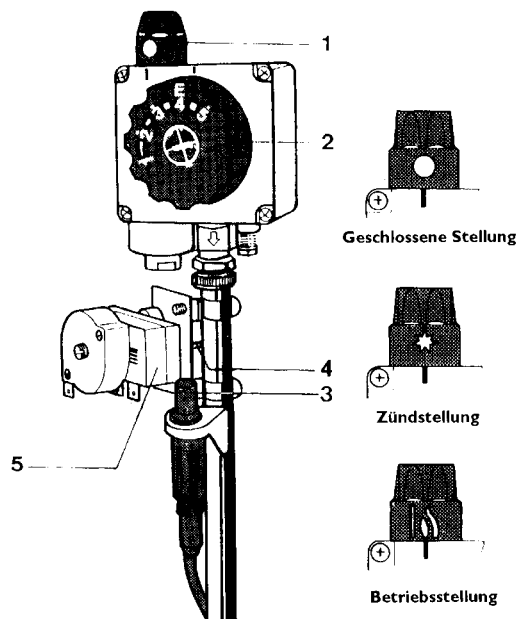

Abb. 3 Bedienungsarmaturen
- Schalten Sie die Anlage aus, indem Sie den eingedrückten Bedienungsknopf (Abb. 3, Pos. 1) in Geschlossenstellung • drehen.
Wird die am Temperaturwähler (Abb.3, Pos. 2) eingestellte Wassertemperatur erreicht, so schaltet sich der RG automatisch ab.
Sinkt die Wassertemperatur unter die am Temperaturwähler (Abb.3, Pos. 2) eingestellte Wassertemperatur, so schaltet sich der RG automatisch ein.
- Drehen Sie den Temperaturwähler (Abb. 3, Pos. 2) auf Stellung **E**.
- Drücken Sie den Bedienungsknopf (Abb.3, Pos. 1) ein, drehen ihn in die Zündstellung **★** und halten Sie ihn eingedrückt.
- Gleichzeitig drücken Sie den Piezo-Zünder (Abb.3, Pos. 3) mehrmals kurz hintereinander über den spürbaren Widerstand hinaus nieder, bis die Zündflamme brennt. Diese ist durch die obere Öffnung der Abdeckhaube des Brenners sichtbar.
- Den Bedienungsknopf (Abb. 3, Pos 1) halten Sie bitte noch ca. 10 Sek. eingedrückt. Sollte die Zündflamme verlöschen, so warten Sie noch etwa eine Minute bis zum Klickgeräusch. Danach kann der Zündvorgang wiederholt werden.
- Nur bei brennender Zündflamme drehen Sie den eingedrückt gehaltenen Bedienungsknopf (Abb. 3, Pos. 1) über die Stellung **II** auf die Stellung **I** hinaus. Nach Loslassen bleibt der Bedienungsknopf in der Stellung **I** stehen. Der Hauptbrenner geht in Betrieb.
Sie können am Temperaturwähler (Abb.3, Pos. 2) die Wassertemperatur stufenlos von ca. 40°C (Stellung 1) bis ca. 70°C (Stellung 7) beliebig einstellen.
Zur Entriegelung muß zuerst der Bedienungsknopf (Abb. 3, Pos. 1) in die Geschlossenstellung • gedreht werden. Anschließend wird der Entriegelungsstift (Abb.3, Pos 4) eingedrückt. Danach kann der Speicher, wie unter dem Pkt. "Inbetriebnahme" beschrieben, gestartet werden.
Drehen Sie den eingedrückten Bedienungsknopf (Abb. 3, Pos. 1) in die Geschlossenstellung • .